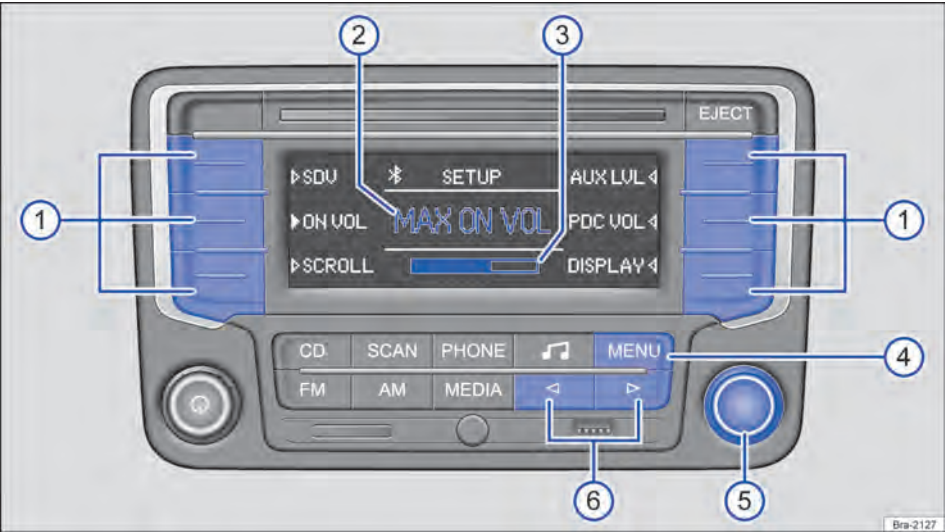

Fig. 144 Menu SETUP: definir o volume inicial.
- Pressionar o botão do aparelho **MENU** a partir de qualquer menu → Fig. 144 ④.
- Pressionar os botões de função para abrir o respectivo menu de ajuste → Fig. 144 ①.
- Girar botão de ajuste para alterar o ajuste atual → Fig. 144 ⑤.
- **OU**: pressionar brevemente o botão do aparelho **◀** ou **▶** para alterar o ajuste atual → Fig. 144 ⑥.
- **OU**: botão do aparelho é pressionado brevemente **MENU** → Fig. 144 ④.
→ Fig. 144 ② e, abaixo disso, a barra de volume
→ Fig. 144 ③.